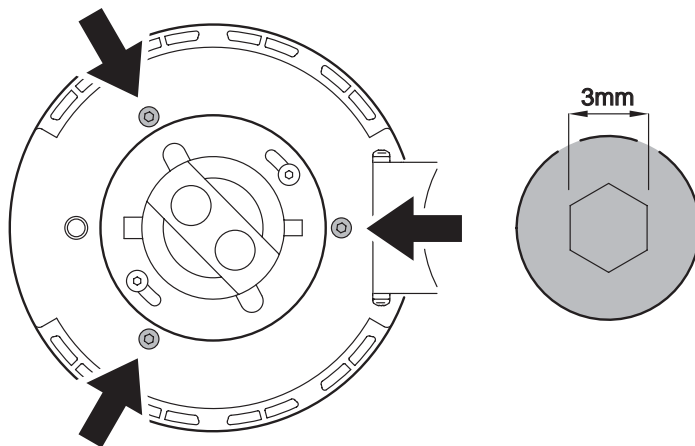

Figura 3: Tornillos ajuste de lámpara
5. Ver Figura 3. Mover los 3 tornillos Allen hasta conseguir un haz lo más definido posible.